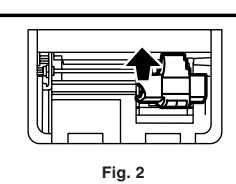

Fig. 2
- Tenez le haut du ruban enrouleur et retirez le ruban en le tirant vers vous puis vers le haut. (Fig. 2)